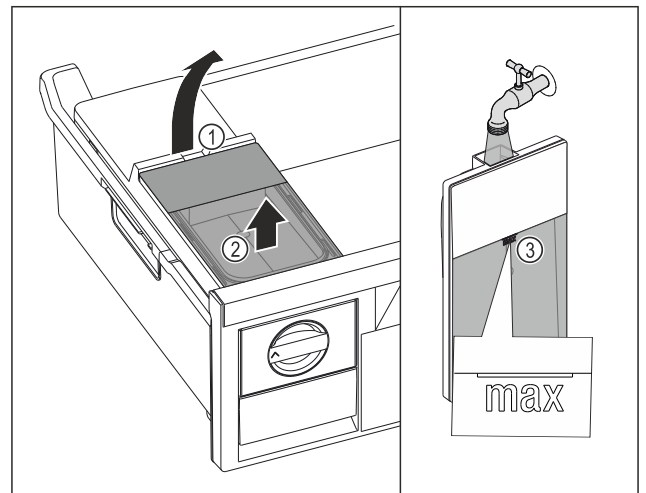

Fig. 103
- ▶ Sollevare il serbatoio dell'acqua dalla cavità Fig. 103 (1).
- ▶ Rimuovere il serbatoio dell'acqua estraendolo verso l'alto. Fig. 103 (2)
- ▶ Riempire il serbatoio dell'acqua con acqua potabile fino al contrassegno Fig. 103 (3).